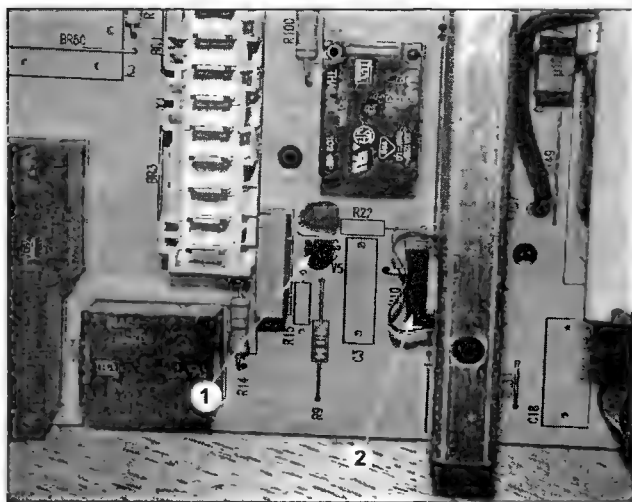

Рис. 1.9.3
- В случае перелива воды из бака СМ она попадает на контактную группу сливного насоса, что вызывает короткое замыкание между этими контактами. Это, естественно, приводит к выходу из строя электронного контроллера СМ (управляющего симистора 1 сливного насоса в его составе — см. рис. 1.9.3).